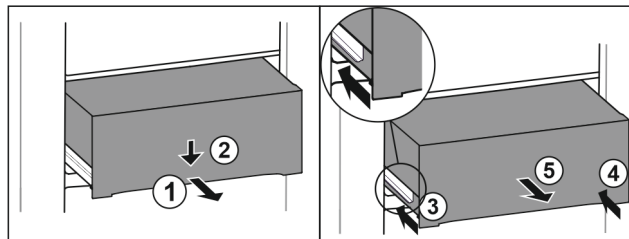

Fig. 105
- ▶ Вытяните выдвижной ящик наполовину. Fig. 105 (1)
- ▶ Вдавите выдвижной ящик в передней части вниз. Fig. 105 (2)
- ▶ Задвиньте левую направляющую прим. на 2 см. Fig. 105 (3)
- ▶ Задвиньте правую направляющую прим. на 2 см. Fig. 105 (4)
- ▶ Извлеките выдвижной ящик движением вперед. Fig. 105 (5)